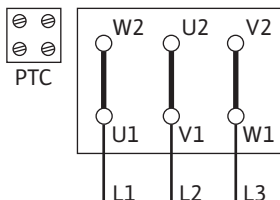
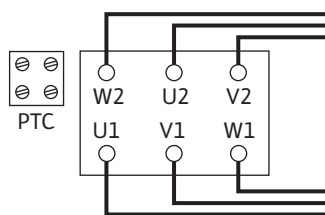

Fig. 10: Y-Δ-свързване
Fig. 11: Δ-превключване
- Захранването от мрежата зависи от мощността на мотора P2, от мрежовото напрежение и от вида стартиране. Необходимото свързване на съединителните мостове в клемната кутия е посочено в таблицата по-долу и на Fig. 10 и Fig. 11.
Y-Δ-свързване (стандартно)	Свалете съединителните мостове (Fig. 10).
Старт чрез мек старт	Δ-свързване (Fig. 11)